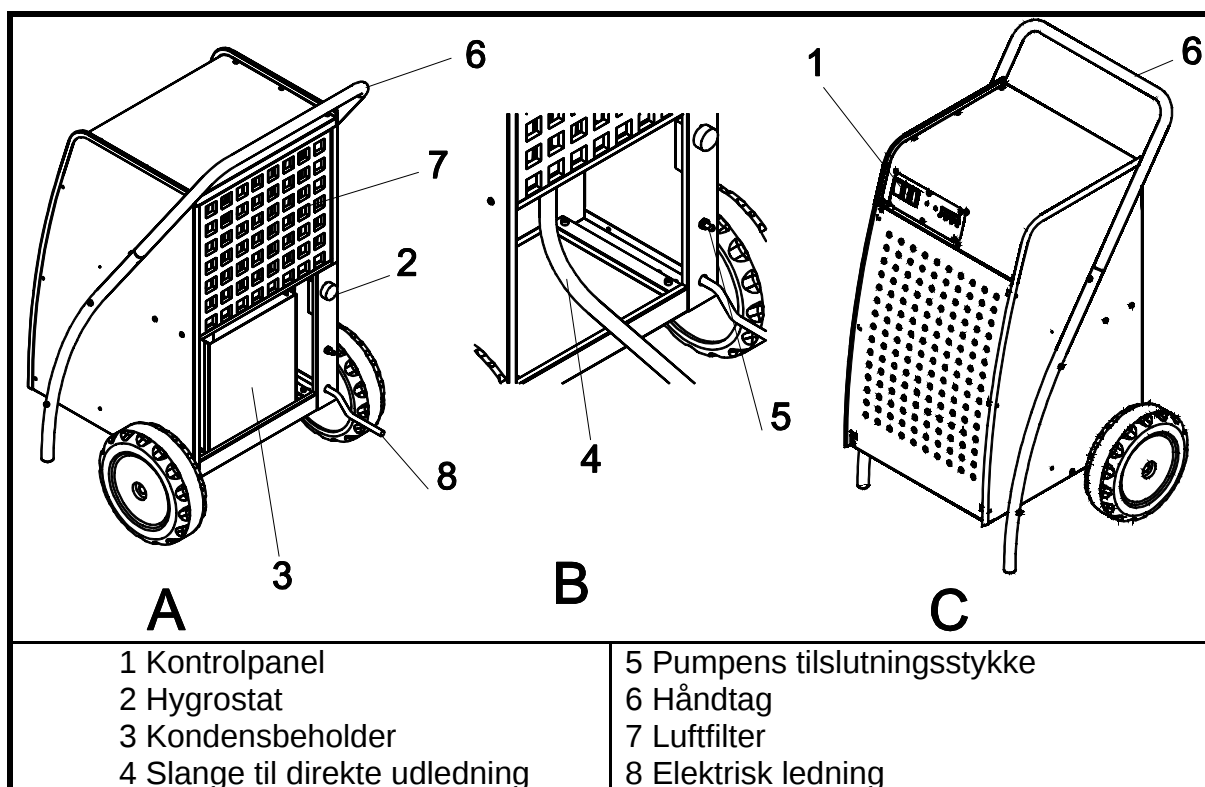
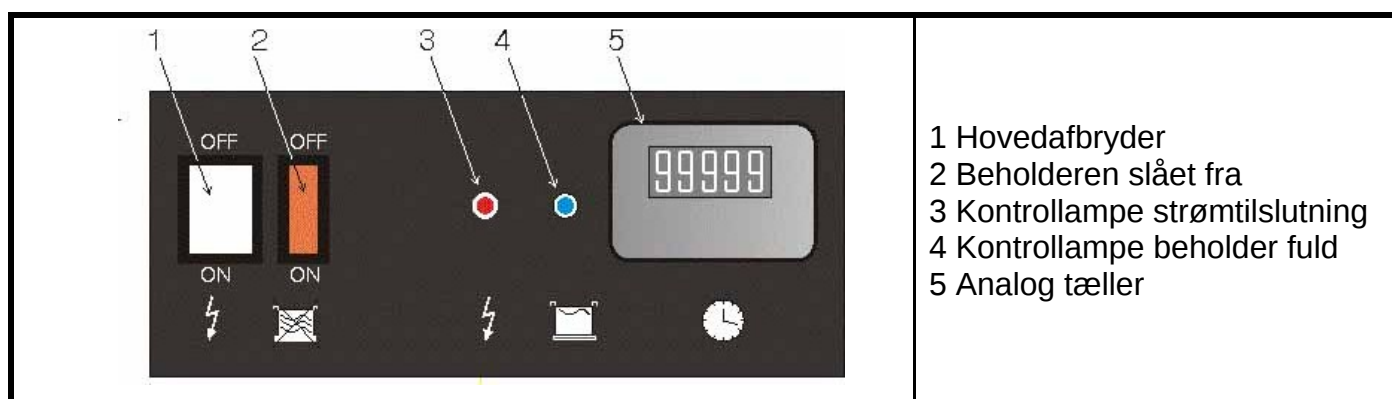
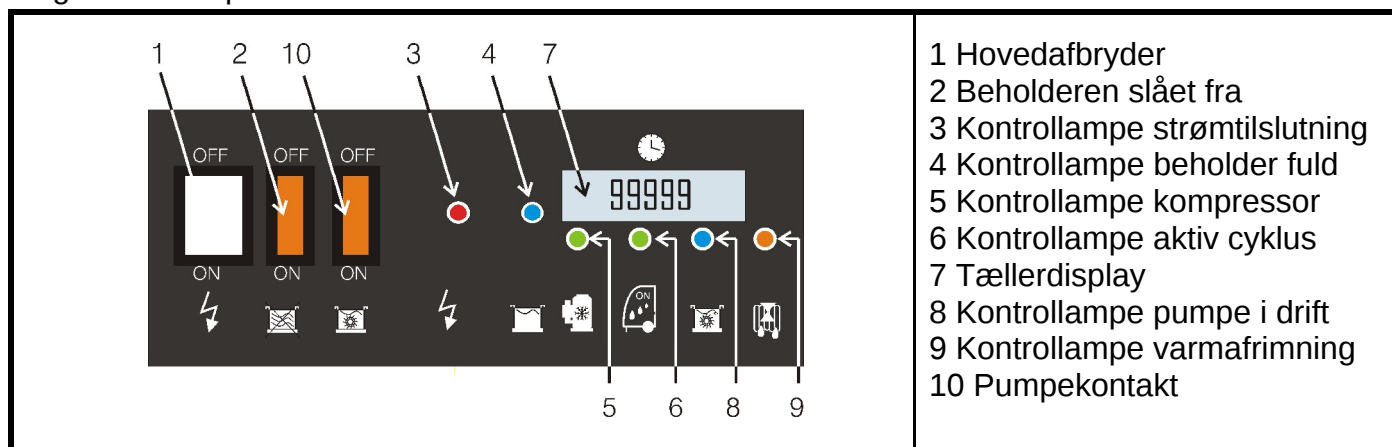

Fig. 3 Tegninger
Fig. 5 Kontrolpanel EFT 400 BASE
Fig. 7 Kontrolpanel EFT PLUS alle modellerne
Med reference til **fig.3** bliver maskinen leveret indpakket i en papkasse, der er placeret på en palle for at lette transport og håndtering. Indeni ligger håndtaget 6 med dets fastgøringsskruer og den foreliggende manual.
Med reference til **fig. 3**, før man forsætter med installationen og ibrugtagningen af apparatet, anbefales det at følge de følgende forslag og advarsler:
Såfremt man udleder direkte gennem slangen 4 (fig.3), skal man sikre sig at niveauforskellen fra forbindelsespunktet på maskinen til udledningsspunktet, er tilstrækkelig til at garantere, at kondensen løber ud vha. tyngdekraften. Hvis det ikke er tilfældet, kan maskinen oversvømmes. For serien EFT PLUS eksisterer problemet ikke, hvis man vælger drift med den medfølgende pumpe ved at forbinde en slange til tilslutningsstykket 5 (fig.3).
- Dreje hovedafbryderen 1 (fig. 5, 6 og 7) over på ON og kontrollere at strømtilslutningskontrollampen 3 tændes.
- Vælge den relative fugtighed man ønsker ved at dreje fugtmålerens kontakt (fig. 3 og 4). Der gøres opmærksom på, at hvis omgivelsernes fugtighed er under den indstillede på fugtmåleren, starter affugtningscyklussen ikke.
Bemærk: på modellen EFT400 BASE (Fig. 5) er den aktive cyklusstatus og kompressorens tænding ikke vist, men hygrostaten bestemmer i hvert tilfælde om arbejdstiden skal tælles eller ej, altså cyklussens status.
Efter en hvis arbejdstid stopper maskinens elektronik midlertidigt ventilatoren og åbner fordampersens by-pass elektroventil, mens kompressoren forsætter med at få varm gas til at cirkulere i den nødvendige tid for at smelte is, som eventuelt måtte have formet sig på kølegassens fordamper. Elektronikkens SMART DEFROSTING mekanisme bestemmer den optimale varighed af afrimningsfasen. Denne afrimningsmåde kan fungere med omgivelsestemperaturer på ned til 0,5°C. På disse modeller vises afrimningsfasen ved, at også kontrollampen 9 tændes (fig.7).
Alle modellerne i EFT serien er udstyret med en kondensopsamlingsbeholder, hvis kapacitet er vist i tabel 2 i kapitel 8. Beholderen hviler på en støtte med elastisk ophæng, som kan måle dens vægt, og når den har nået maksimumværdien, tænder den kontrollampen 4 (fig. 5, 6 og 7) for fuld beholder og maskinen stopper, mens den venter på, at beholderen bliver tømt manuelt. For denne driftsmåde skal afbryderen 2 (fig. 5, 6 og 7) være på OFF.
Alle modellerne i EFT serien er udstyret med et kontinuerligt kondensafløb, som fungerer ved tyngdekraft. For at få adgang til dette er det tilstrækkeligt at tage beholderen ud og forbinde en fleksibel slange med den rigtige længde og diameter (se figuren ved siden af) til mundstykket indeni (4 Fig. 3 B). Efterfølgende er det nødvendigt at placere afbryderen 2 (fig. 5, 6 og 7) på ON for at slå vægtsystemet fra, ellers starter maskinen ikke.
- ☒ Det er vigtigt at afbryderen 2 (fig. 5, 6 og 7) er på ON ved denne driftsmåde, ellers starter maskinen ikke.
For at få adgang til dette er det tilstrækkeligt at forbinde en fleksibel slange med den rigtige længde og diameter (se figuren ved siden af) til tilslutningsstykket udenpå 5 (Fig.3 B) og sætte afbryderen 10 (fig. 7) på ON for at aktivere pumpecykklussen. Kontroller derudover at afbryderen 2 (fig. 5,
6 og 7) er på OFF, ellers bliver vægtsystemet, der igen kontrollerer pumpecyklingen, slået fra. På denne måde aktiverer apparatets elektronik en pumpecyklus, når det aflæses at beholderen er fuld, hvilket kan ses ved at kontrollampen 8 tændes (Fig. 7). Cyklussen gentages kontinuerligt, og pumpen anvendes kun i det tidsrum, som er nødvendigt for at tømme beholderen. Quando si opera in questa modalità la vaschetta non va tolta.
- ! **Før man aktiverer pumpecyklingen med afbryderen 10 (Fig. 7) skal man sikre sig at afløbsslangen er ordentligt fastgjort til tilslutningsstykket 5 (Fig. 3 B), også med slangeklemmer. Et eventuelt tryk som skyldes højdeforskellen kan medføre, at slangen falder af med deraf følgende oversvømmelser.**